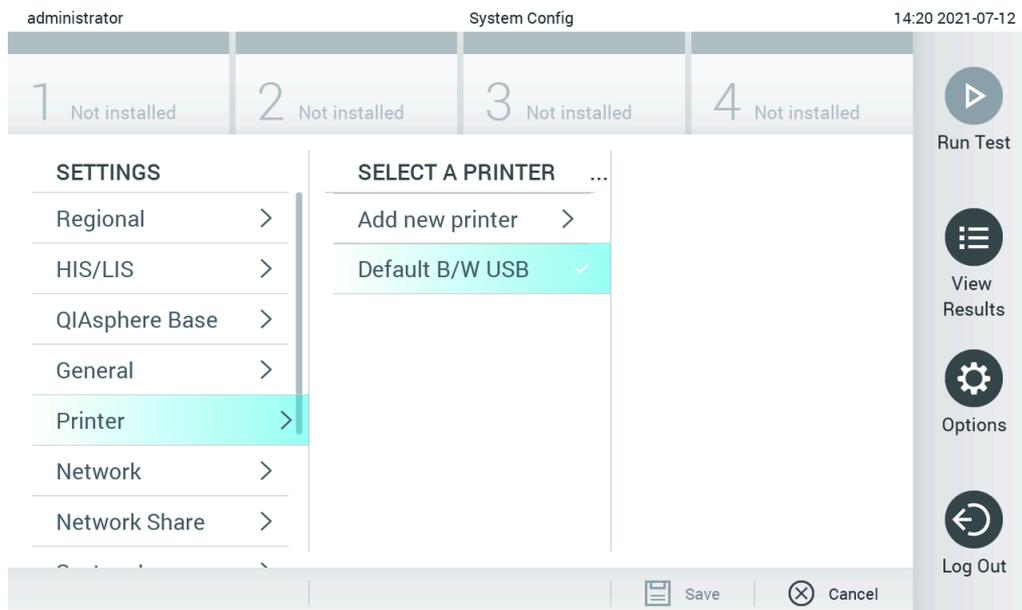

Figura 100. Instalação da impressora com driver padrão
2. Selecione a impressora padrão chamada Default B/W USB (USB padrão P/B) (Figura 100)